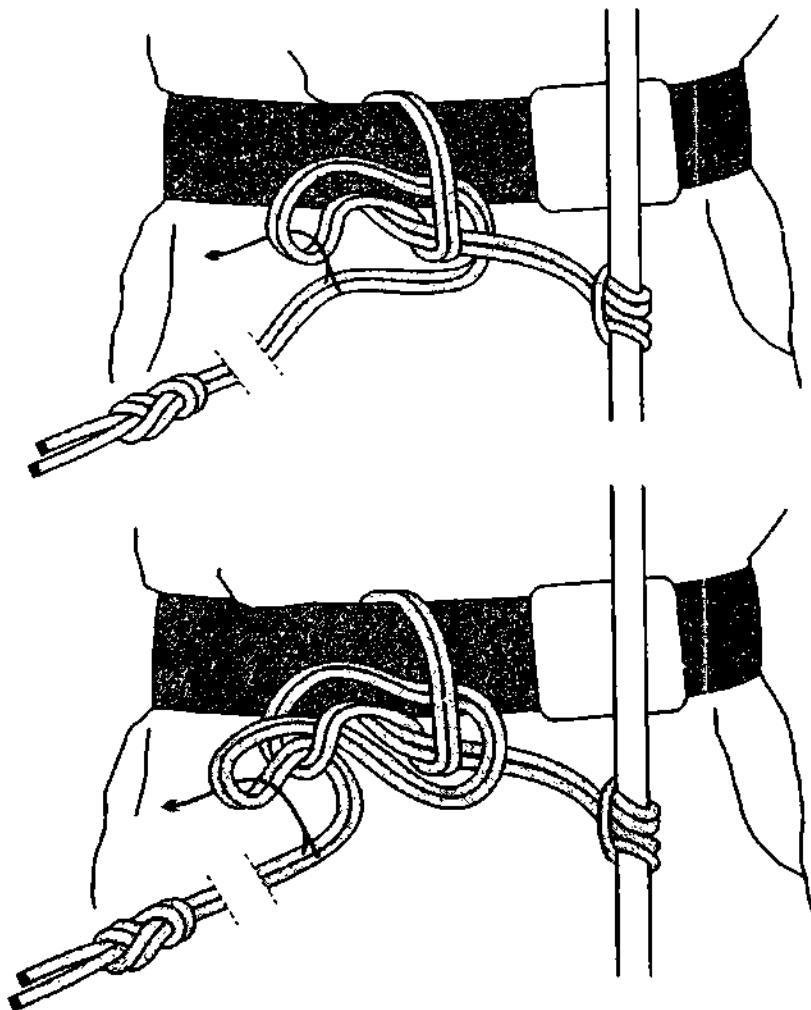

Рис. 148. Укорачивание репшнуря *мартышкиной цепочкой*.
*Мартышкиной цепочкой* удобно временно укорачивать репшнур (рис. 148). *Мартышкина цепочка* в этом случае вяжется сдвоенной верёвкой, которой и является репшнур. Репшнур вначале обязательно обносится вокруг ремня, затем вяжется *быстроразвязывающийся про-*